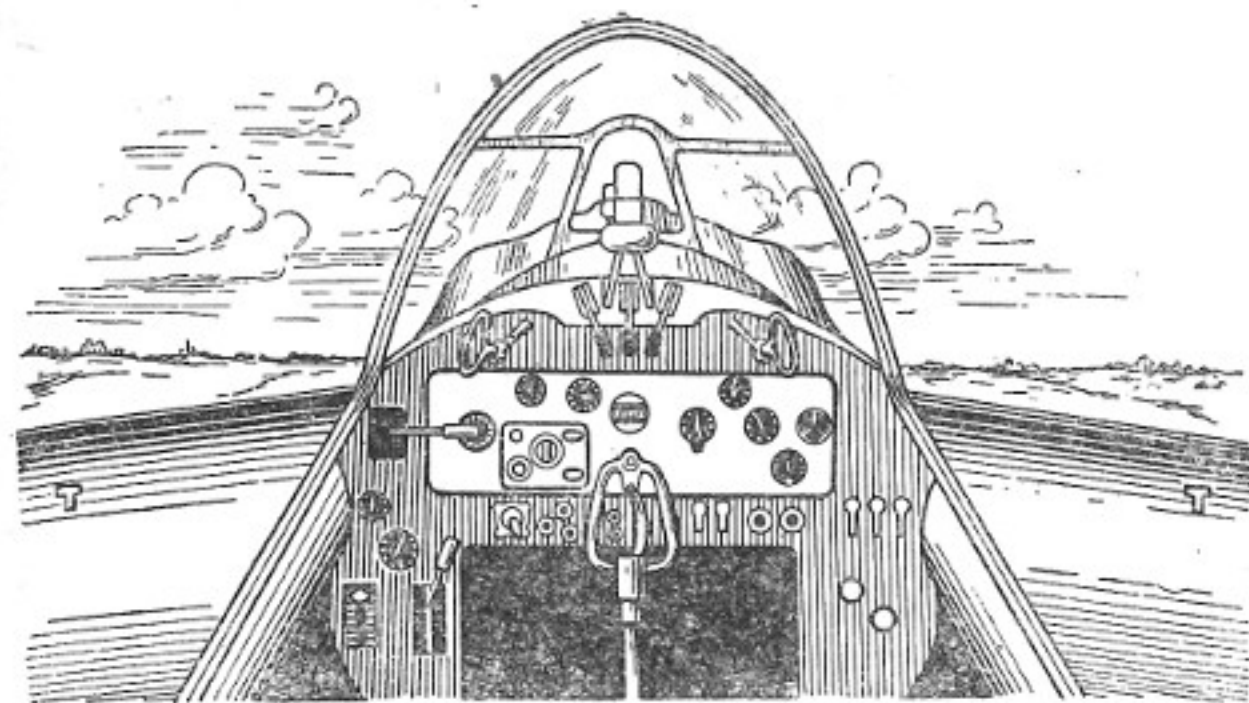

Рис. 7. Положение капота самолёта относительно горизонта при подъёме
3. Сохранять скорость по прибору и по положению капота относительно горизонта. Следить, чтобы не было излишнего подъёма капота относительно горизонта, что ведёт к потере скорости (рис. 7).